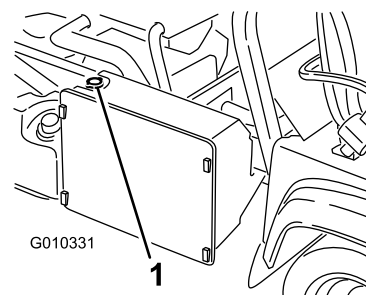

Bild 54
3. Nehmen Sie den Kühlerdeckel ab (Bild 54).
4. Nehmen Sie den Deckel des Überlaufgefäßes ab (Bild 54).